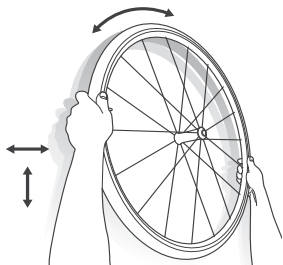

Figura 7. Gire/agite la rueda
7. Sujetando la rueda, muévala hacia atrás y hacia adelante, y gírela para repartir bien el producto de sellado por el interior de la cubierta (Figura 7).